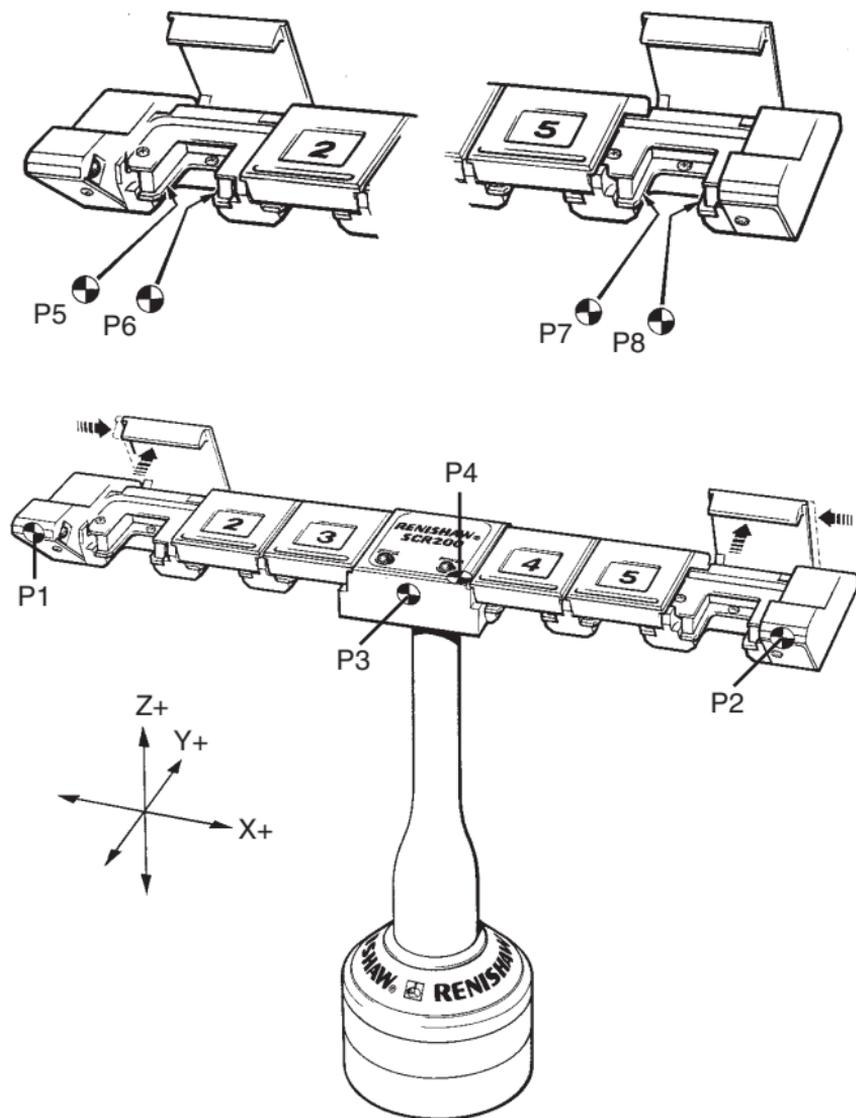

Fig. 15 - Impostazione del riferimento del sistema di cambio automatico SCR200
- Determinare i punti P1 e P2 (vedi fig. 15).
Le istruzioni dettagliate a seguito ipotizzano il rilevamento di punti di esame non compensati. Quindi le posizioni di arrivo per il cambio del modulo dello stilo sono riportate in coordinate di macchina assolute. Il sistema assi X, Y e Z si riferisce agli assi del magazzino rappresentati a Fig. 15.
7.3.1 Calcolo della quota di profondità di docking (Y)
- Rilevare il punto P3 (vedi Fig. 15).
7.3.2 Calcolo della quota di altezza di docking (Z)
- Rilevare il punto P4 sul piano superiore (vedi Fig. 15) – evitare la targhetta.
- Vedi Fig. 15.